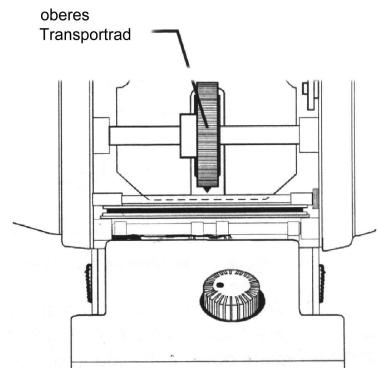

Abb. 3
- A extremidade da guia da fita deverá ficar por baixo do eixo situado à frente da roda de transporte (ver fig. 3).